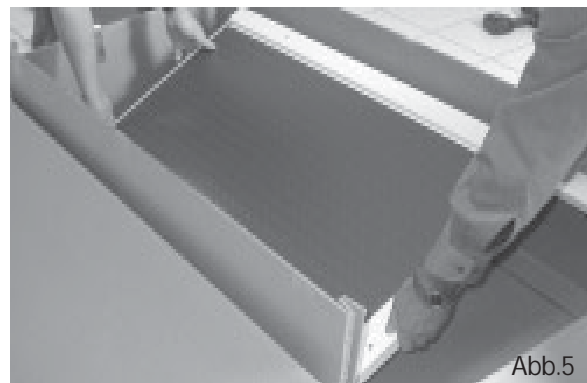
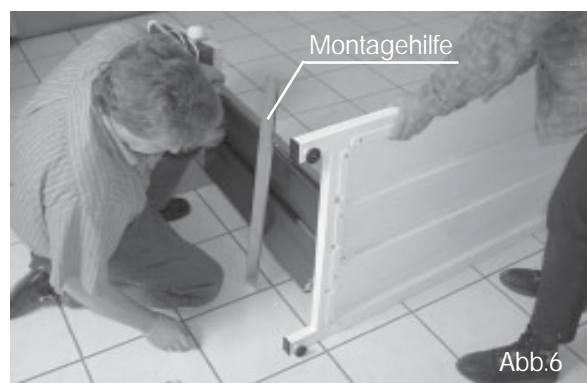

Abb.5
Abb.6
- Entnehmen Sie nun die Bodenplatte aus dem Karton (Abb.5) und stellen Sie diese hochkant mit den Befestigungslöchern vor die beiden Führungsrohre (Abb.6).